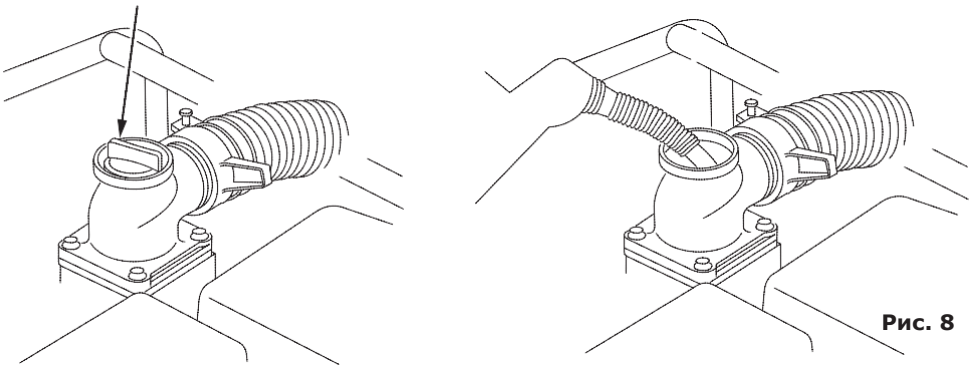

Рис. 8
- заполните насос водой до края горловины (рис.8).